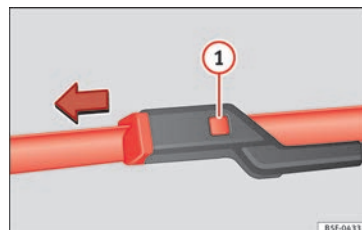

Fig. 82 Remplacement des balais d'essuie-glace.
- Maintenez la touche de déverrouillage » fig. 82 ① enfoncée en tirant légèrement le balai dans le sens de la flèche.